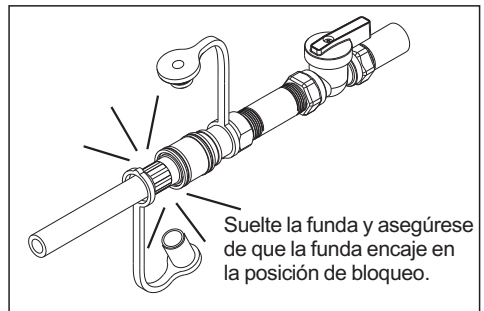

**Figura 7**
5. Conecte el acoplamiento al generador, luego conecte la manguera al generador y al adaptador de conexión rápida. Asegúrese de que el generador esté apagado antes de conectar la manguera al generador (Figura 7).